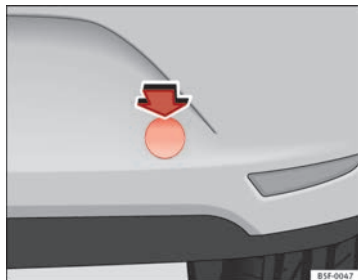

Fig. 134 Pare-chocs arrière droit : capuchon de protection
- Pour retirer le cache du pare-chocs, appuyez vers l'intérieur sur la partie *supérieure* du cache -flèche- et retirez-le en faisant levier sur la partie *inférieure* ⇒ fig. 134.